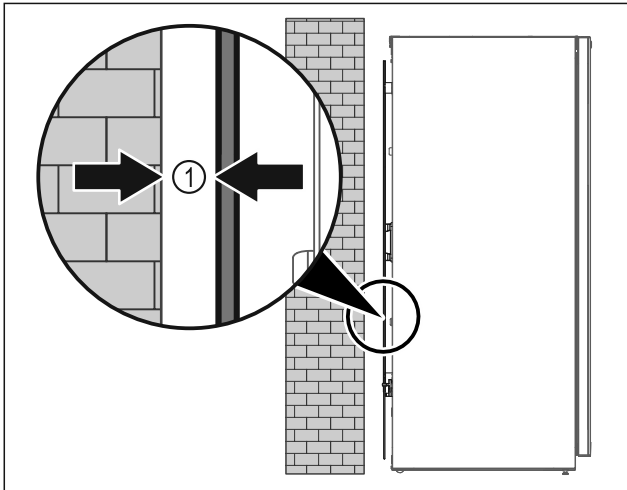

Fig. 10
- ▶ Uređaj je moguće postaviti ili slobodno u prostoriji ili izravno na zid na najmanjoj udaljenosti od 5 mm Fig. 10 (1).